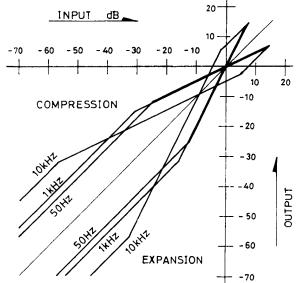

Fig. 2
Fig. 2 shows the characteristics of the HIGH COM compander. The 0 dB point on the graph indicates the reference level of HIGH COM, when the tape recording level is at 200 nW/m.
La Fig. 2 présente les caractéristiques du compandeur HIGH COM. Le point 0 dB du graphe indique le niveau de référence de HIGH COM, pour un niveau d'enregistrement sur bande de 200 nW/m.
- Gradually reduce the input level from 0 dB (600mV) level at LINE OUT. Confirm that output at DECK OUT is $1/2$ the input when the input is above a certain level; and below that level, that output is equal to input. See the graph (for compression) in Fig. 2.
In this state, gradually reduce the input level. Confirm that the output at LINE OUT is two times the input when input is above a certain level; and below that level, that output is equal to input. See the graph (for expansion) in Fig. 2.
- Réduire progressivement le niveau d'entrée à partir du niveau 0 dB (600mV) sur LINE OUT. Vérifier que le niveau de sortie sur DECK OUT soit de $1/2$ le niveau d'entrée lorsque l'entrée se situe au-dessus d'un certain niveau, et qu'en dessous de ce niveau la sortie est égale à ce niveau. Voir le graphe (compression) de la Fig. 2.
- Amener le sélecteur de mode sur la position PLAY. Appliquer un signal de 400 Hz (onde sinusoïdale) à partir du générateur audio sur la borne DECK IN. Ajuster la sortie du générateur audio de façon à obtenir une sortie de 600mV sur LINE OUT. A partir de cet état, réduire progressivement le niveau d'entrée. Vérifier que le niveau de sortie sur LINE OUT est égal à deux fois le niveau d'entrée lorsque l'entrée s'établit au-dessus d'un certain niveau, et qu'en-dessous de ce niveau la sortie est égale au niveau d'entrée. Voir le graphe (expansion) de la Fig. 2.